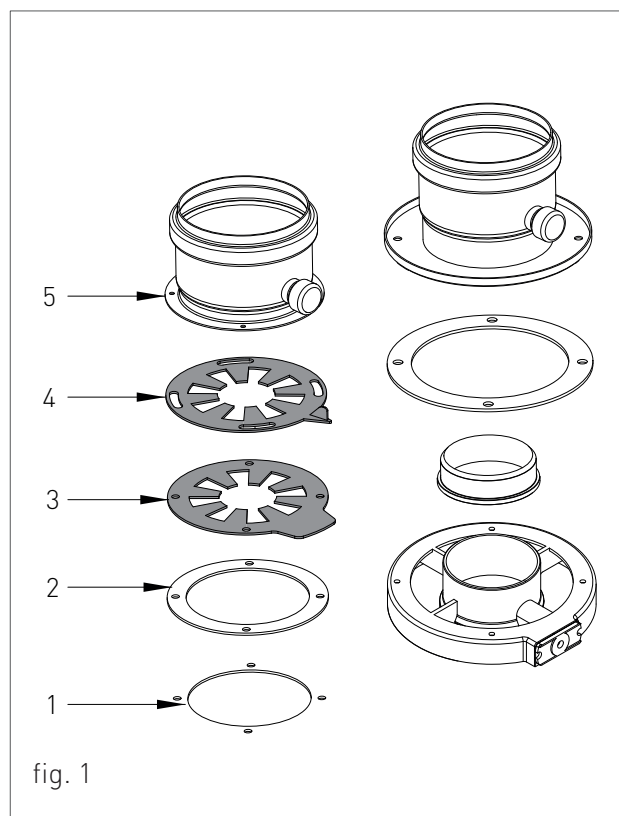

fig. 1
- › attaccare la guarnizione adesiva in neoprene (2-fig.1) sulla flangia fumi, centrando i fori fustellati della guarnizione con quelli della flangia fumi;
- › inserire prima il diaframma inferiore con la scala graduata (3-fig.1), poi il diaframma superiore con l'indice di riferimento (4-fig.1);
- › inserire il raccordo flangiato (5-fig.1) o altro componente previsto in base al sistema coassiale adottato;
Per il montaggio dei diaframmi regolabili sul sistema sdoppiato procedere nel seguente modo (vedi fig.1):
- > pulire la superficie della testata in corrispondenza del foro di aspirazione aria (1-fig.1);
- > attaccare la guarnizione adesiva in neoprene (2-fig.1) sul foro di aspirazione aria, centrando i fori fustellati della guarnizione con quelli del foro di aspirazione;
- > inserire prima il diaframma inferiore con la scala graduata (3-fig.1), poi il diaframma superiore con l'indice di riferimento (4-fig.1);
- > inserire il raccordo flangiato (5-fig.1) o altro componente previsto in base al sistema sdoppiato adottato;